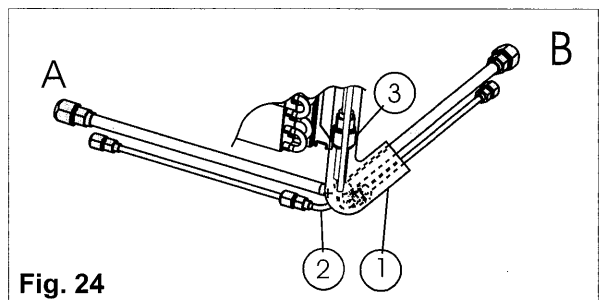

Fig. 24
- Pliez le tuyau de 1/4" en direction de l'orifice arrière de la position A à la position B (voir fig. 24).